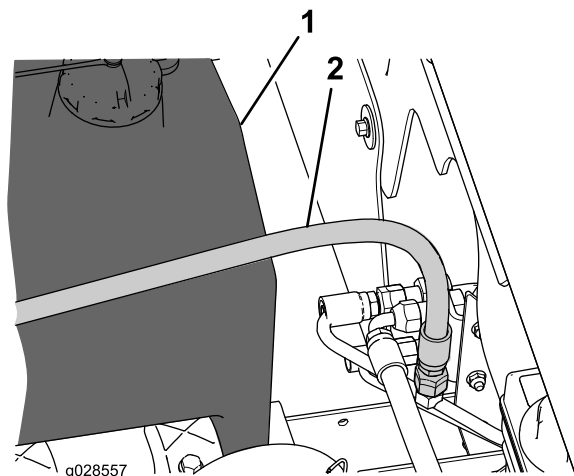

Figura 9
- Rimuovete il tappo dal raccordo a T nel tubo idraulico vicino al serbatoio del fluido idraulico (Figura 9).